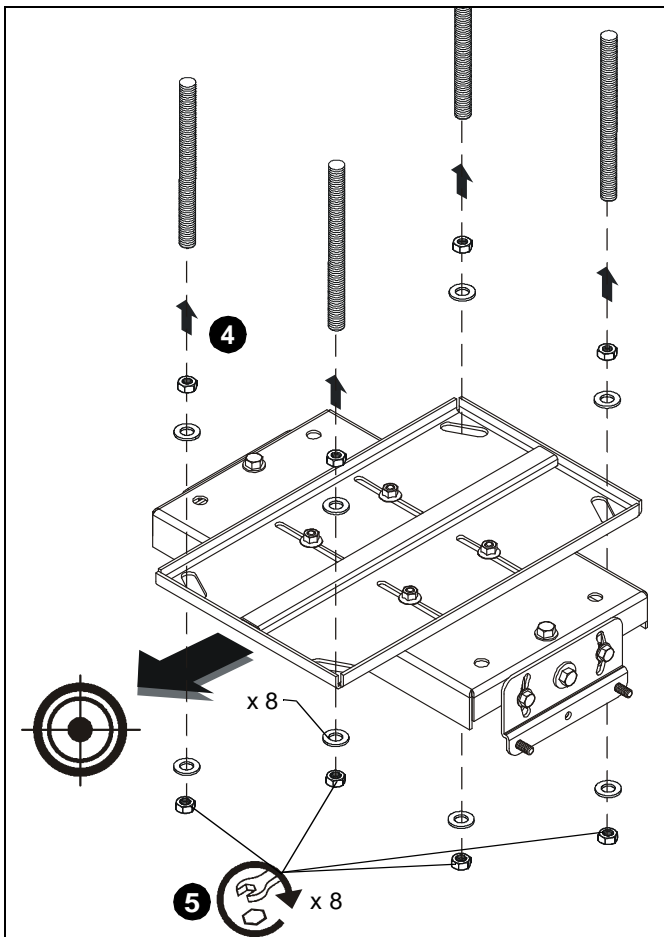

Figure 7
4. Installez le LPK1 avec le VCM (non fourni) sur la tige filetée. (voir la Figure 7)
5. Arrimez le LPK1 sur la tige filetée à l'aide de quatre rondelles et contre-écrous de 3/8". (voir la Figure 7)